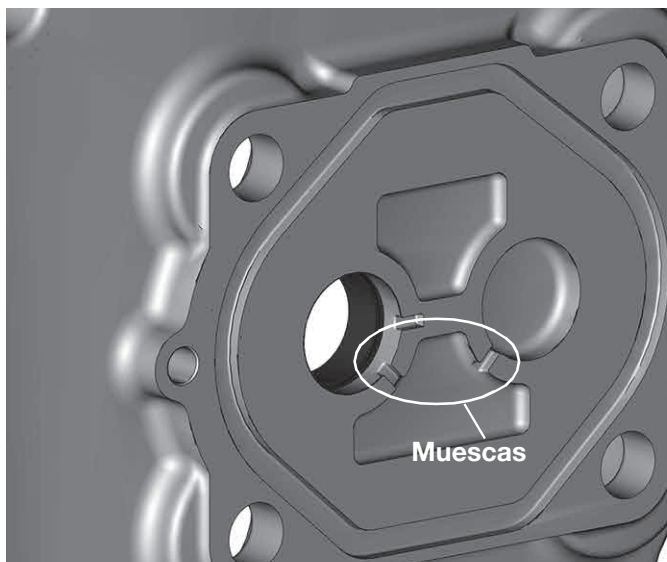
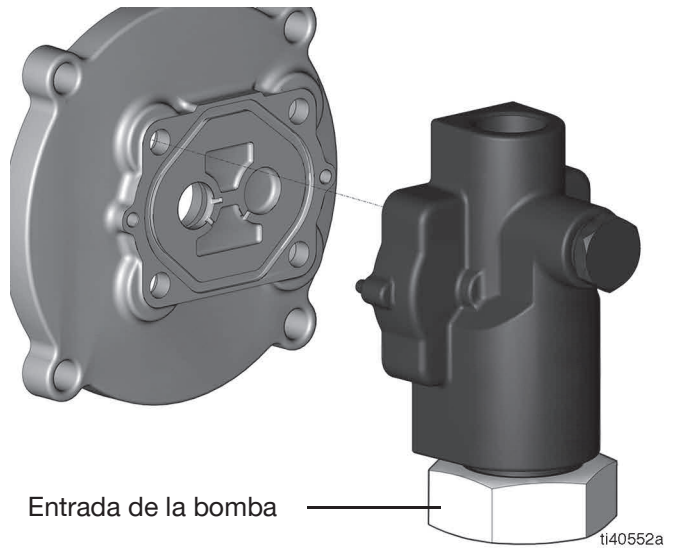

FIG. 12
FIG. 13
3. Coloque la placa adaptadora en el alojamiento de la bomba de forma que las muescas apunten hacia la entrada de la bomba (FIG. 12 y FIG. 13).